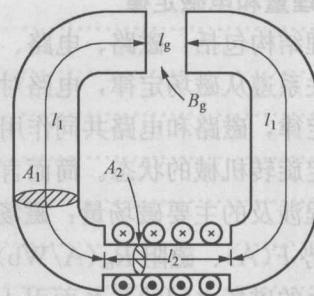

图 1-2
5. 图 1-2 中，磁路中 l_g 、 l_1 、 l_2 各段磁场强度的大小关系是（ ）。
6. 图 1-2 中，各段磁场感应强度的大小关系是（ ）。
7. 图 1-2 中，各段磁通的大小关系是（ ）。